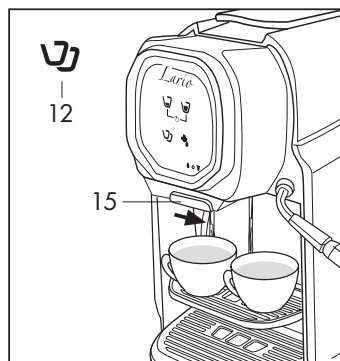

Fig. 11
Pour la préparation du café double, déplacer le sélecteur (15) sur la droite (Fig. 11).
- Après avoir placé le sélecteur (15) sur la droite, placer 2 tasses sur le support (Fig. 11).
- Introduire la capsule comme indiqué sur la page précédente et appuyer sur le symbole (12) (Fig. 11).
- Pour le modèle sans sélecteur, après avoir positionné les deux tasses, appuyer sur la touche (12) (Fig. 11).